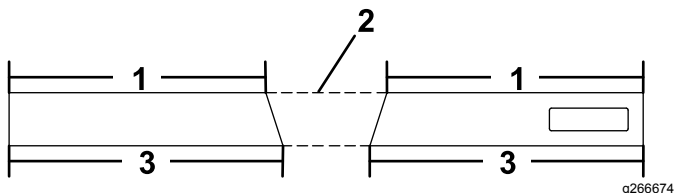

Bild 3
1. Kürzen Sie die Lamelle wie in Bild 3 dargestellt, auf die nachfolgend aufgeführte Länge für Ihren Schneepflug: